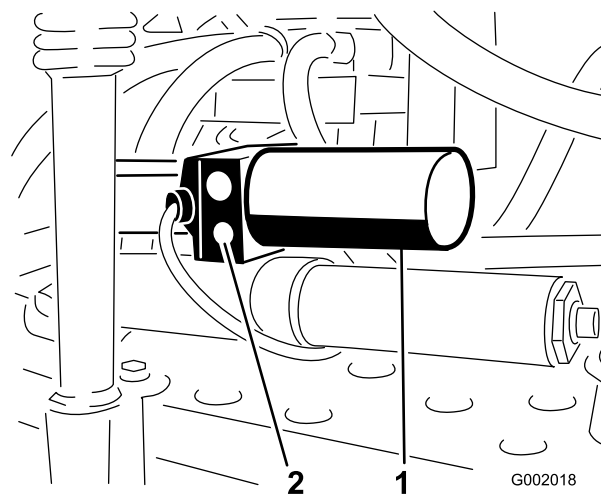

Figura 59
1. Coloque a válvula de descarga manual no accionador para cada rampa. A válvula de descarga manual é a válvula de descarga mais pequena e encontra-se num dos lados do corpo do accionador (Figura 59).